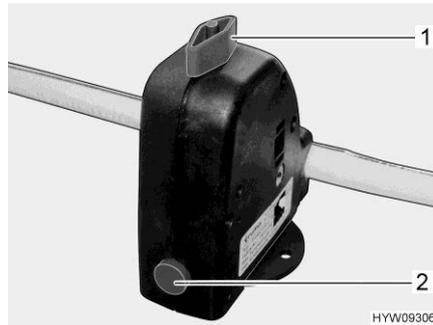

Fig. 118 Valve de sécurité et de vidange (chauffe-eau)
Le chauffe-eau est équipé d'une valve de sécurité et de vidange (Fig. 118). La valve de sécurité et de vidange empêche que l'eau ne gèle dans le chauffe-eau lorsque le chauffage n'est pas allumé en cas de gel.
- Fermer la valve de sécurité et de vidange. Tourner pour cela le bouton rotatif (Fig. 118,1) dans le sens transversal par rapport à la valve de sécurité et de vidange et enfoncer le bouton-poussoir (Fig. 118,2).
- Ouvrir la valve de sécurité et de vidange. Tourner le bouton rotatif (Fig. 118,1) dans le sens longitudinal par rapport à la valve de sécurité et de vidange. Le bouton-poussoir (Fig. 118,2) ressort. Le chauffe-eau est vidé à l'extérieur par le biais de la valve de sécurité et de vidange.